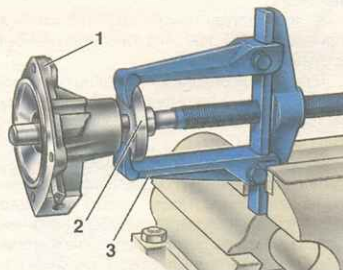

Рис. 3.64. Снятие ступицы шкива: 1 – крышка корпуса насоса; 2 – ступица шкива; 3 – съемник А.40005/1/5
– снимите ступицу 2 (рис. 3.64) шкива с валика при помощи съемника А.40005/1/5;